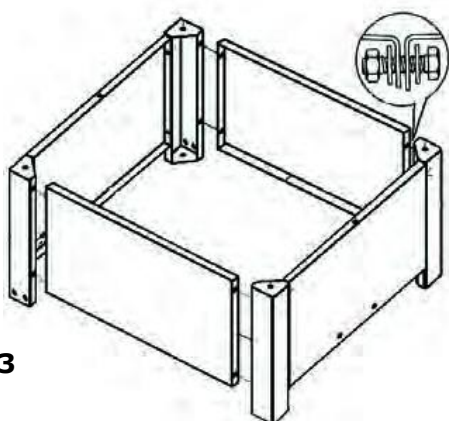

Fig. 3
a) Montar el bastidor de base como se muestra (Fig. 3)